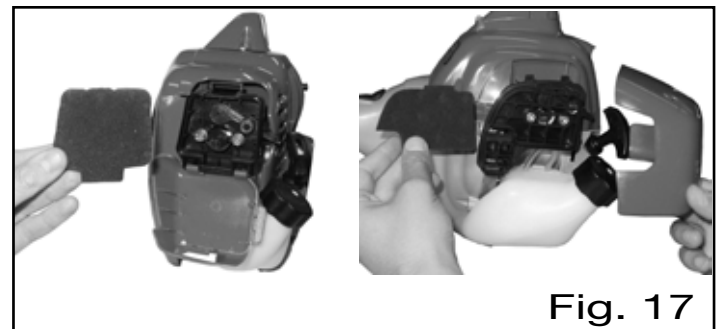

Fig. 17
**Filtro de ar.** Situado dentro da tampa de cor vermelha no carburador, tem a tarefa de reter a poeira do ar aspirado pela combustão. Para realizar a desmontagem, pressione a aleta situada sob a tampa do filtro. A cada uso, limpe o filtro e a tampa utilizando gasolina e um pincel, depois seque-os. O filtro entupido provoca uma queda de potência do motor, um aumento do consumo de combustível e rende o arranque dificultoso (Fig. 17).